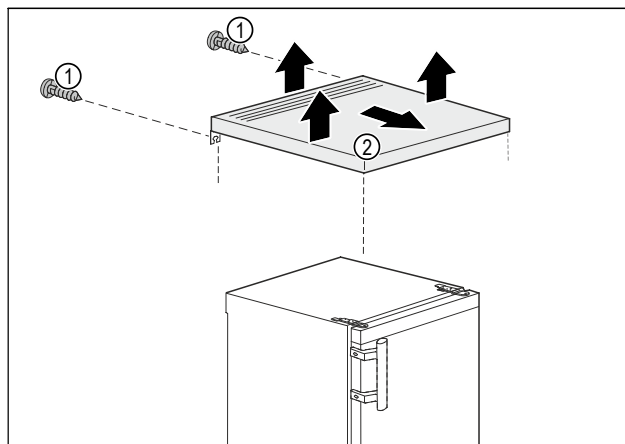

Fig. 3
- Rimuovere le viti Fig. 3 (1) sul retro.
- Sollevare il piano del tavolo Fig. 3 (2) dalla parte posteriore.
- Spingere il piano del tavolo Fig. 3 (2) in avanti.
- Rimuovere il piano del tavolo Fig. 3 (2) verso l'alto.
- Il piano del tavolo Fig. 3 (2) è estratto.